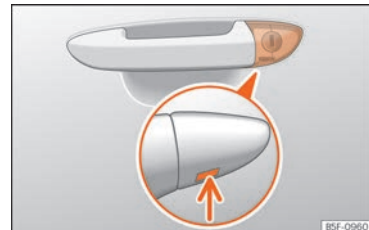

Abb. 5 Fahrertürgriff: verdeckter Schließzylinder.
- Den Schlüsselbart am Fahrtürgriff in die untere Öffnung der Abdeckkappe stecken »» **Abb. 5** (Pfeil) und die Abdeckkappe von unten nach oben abziehen.